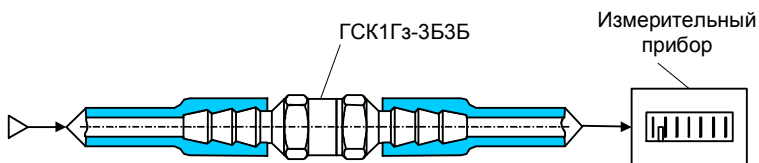

Рисунок 2.1 – Схема установки гасителя в измерительную магистраль
2. Разрезать подводящий к прибору давление резиновый шланг и соединить разрезанные его концы гасителем колебаний (см. рисунок 2.1).